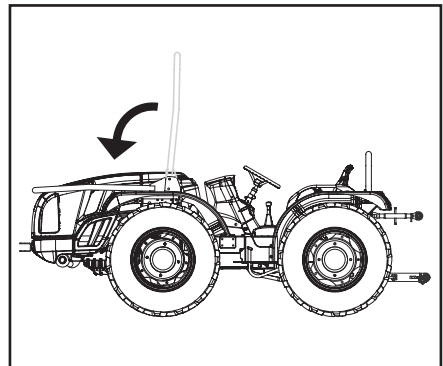

Abb. 2.4
- die Sicherheitsstifte (C) entfernen und die Bolzen (D) herausziehen;
- den Schutzbügel abklappen (Abb. 2.4);